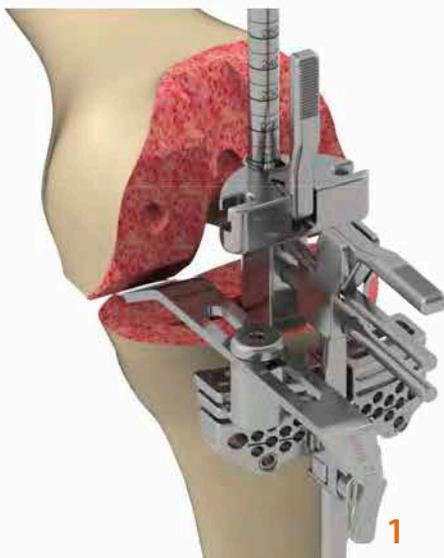

Fig. 7
Baje el conjunto Palpador - Bloque de corte hasta que la punta del Palpador donde marca 2mm haga contacto con el punto más profundo de la meseta tibial (que usualmente se encuentra hacia posterior) (Fig. 7). El Bloque de corte se fija en esta posición girando la palanca (1).